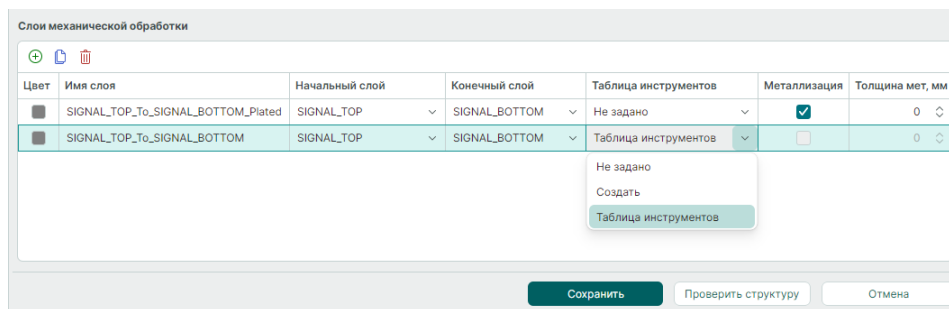

Рис. 305 Выбор созданной таблицы инструментов
3. Таблица инструментов будет создана и станет доступна для выбора в выпадающем меню столбца «Таблица инструментов», см. Рис. 305.